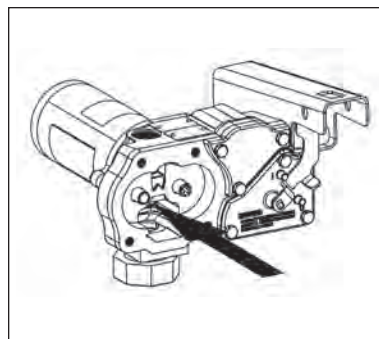

Figura 9
- b. Empurre o gatilho para baixo até que o anel de vedação fique exposto dentro do alojamento. (Figura 9)